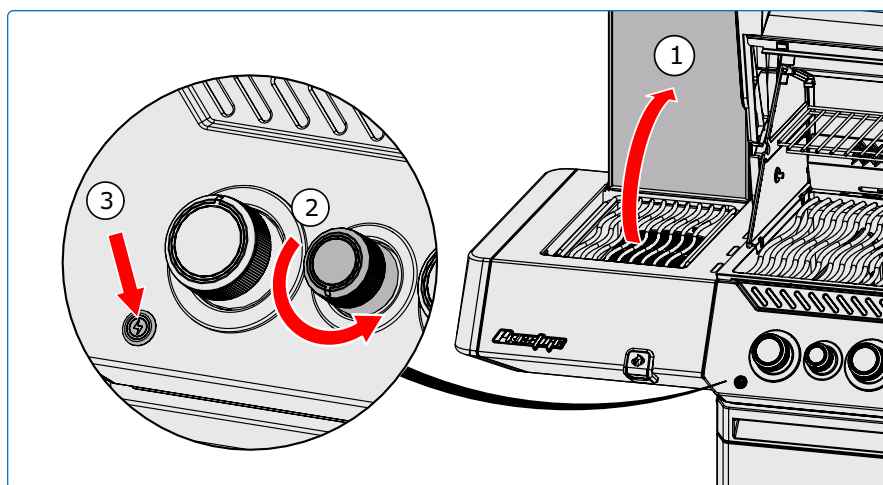

Abb. 7
4. Wenn der Brenner innerhalb von 5 Sekunden nicht zündet – drehen Sie den Brenner-Bedienknopf im Uhrzeigersinn in die OFF-Position. 5 Minuten warten. Wiederholen Sie die Schritte 2 und 3 (**Abb. 7**), oder siehe "Alternative Zündanweisungen"